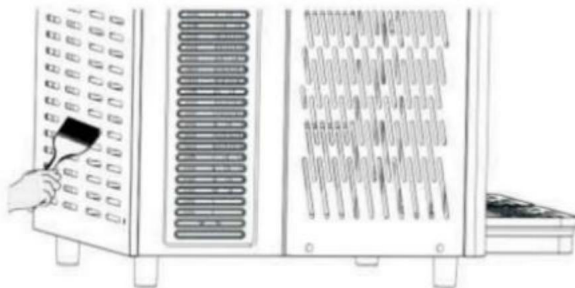

Abb.21
3. Sicherheitsschutzteile demontieren. Staub von der Kondensatoroberfläche bürsten mit trockenem Pinsel wie Abb. 21